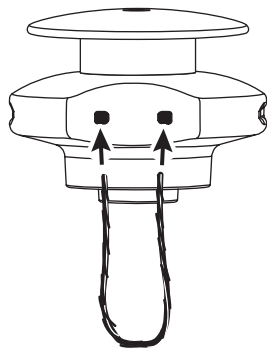

Fig. 19
1. Insérez chaque extrémité du fil de remplacement dans les trous des deux côtés du crochet de retenue (Fig. 19).